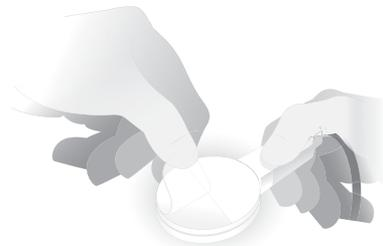

Abbildung 8: Die Trägermaterialien entfernen
4. Die Trägermaterialien vom SpotOn Temperatursensor abnehmen, um die Klebschicht freizulegen (Abbildung 8).